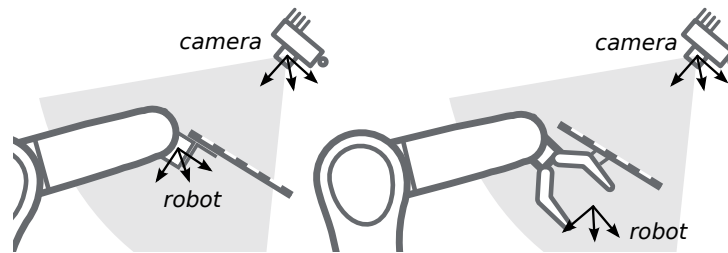

Abb. 6.18: Alternative Montageoptionen für die Befestigung des Kalibrierusters am Roboter
6.17 und Abb. 6.18 angegeben, angebracht werden.
**Bemerkung:** Für das Modul zur Hand-Auge-Kalibrierung spielt es keine Rolle, wie das Kalibriermuster in Bezug auf das benutzerdefinierte *Roboter*-Koordinatensystem genau angebracht und positioniert wird. Das bedeutet, dass die relative Positionierung des Kalibriermoduls zu diesem Koordinatensystem weder bekannt sein muss, noch für die Kalibrieroutine relevant ist (siehe in Abb. 6.18).